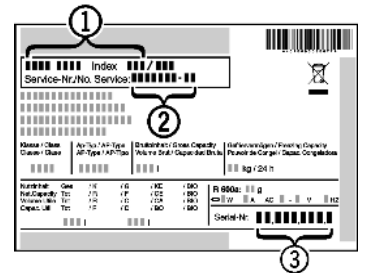

Fig. 32
- ▶ Consulter la désignation de l'appareil Fig. 32 (1), le N° de service Fig. 32 (2) et le N° de série Fig. 32 (3) sur la plaque signalétique. La plaque signalétique se trouve à l'intérieur de l'appareil, sur le côté gauche.